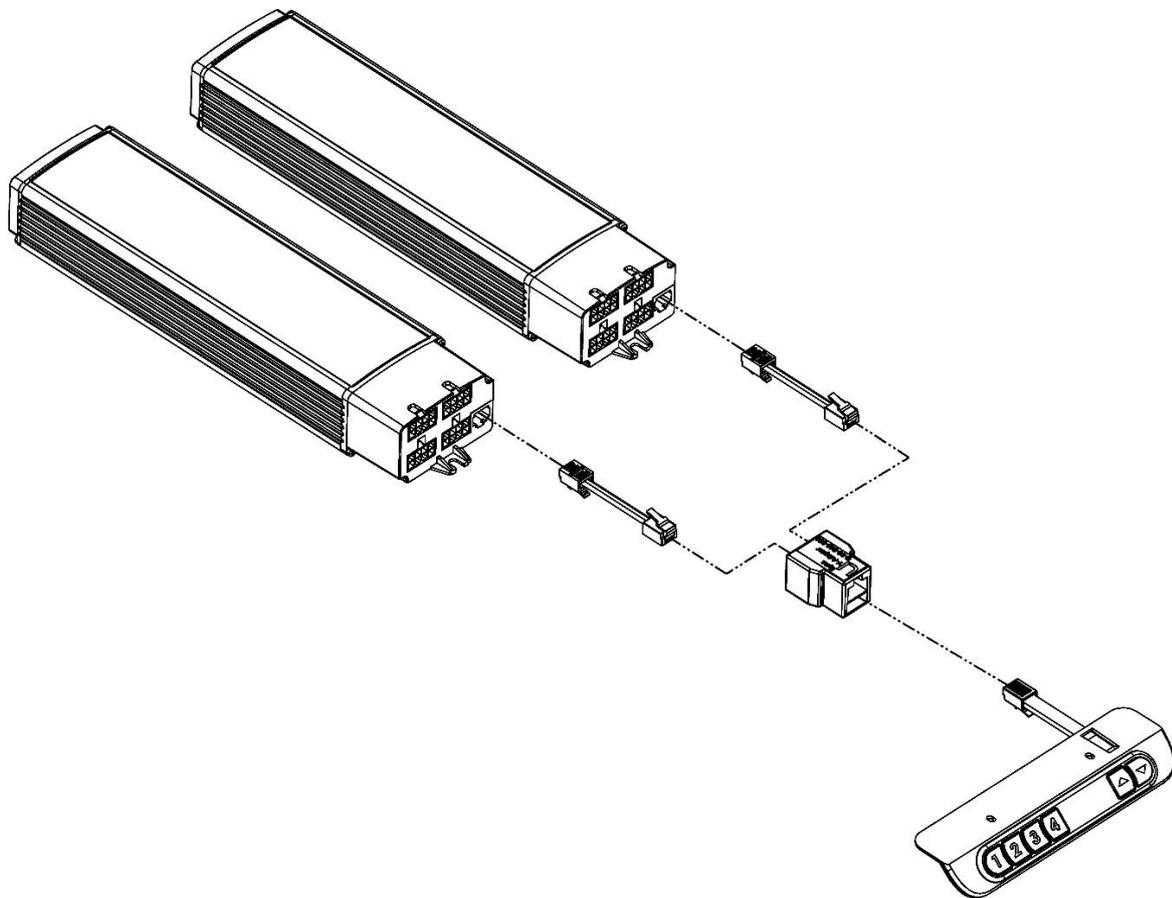

Abbildung 26: Aufbau verlinktes Steuerungssystem mit mehr als 4 Hubelementen
- Der komplette Aufbau dieses verlinkten Steuerungssystems mit mehr als 4 Hubelementen ist in der Abbildung 26 auf der nächsten Seite dargestellt.